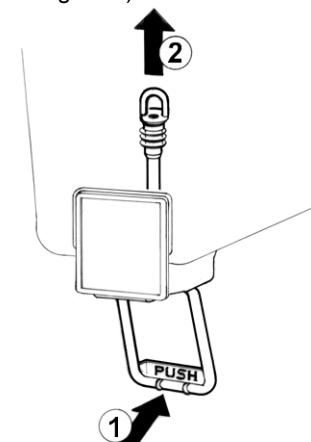

figure 2
5 Robinet avec tube en caoutchouc: pousser (1) le levier de débit robinet et déplier (2) le tuyau robinet de son siège sur le fond du réservoir (voir figure 2).